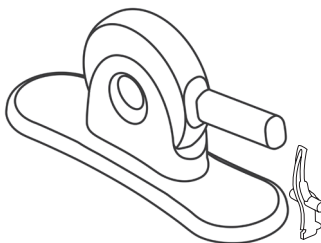

Figure 5 : Sertisseur et butée de sertissage en 2 pièces
■ Afbeelding 5: Krimper en tweedelige krimperstop
■ Abbildung 5: Crimper und zweiteiliger Crimp-Stopper